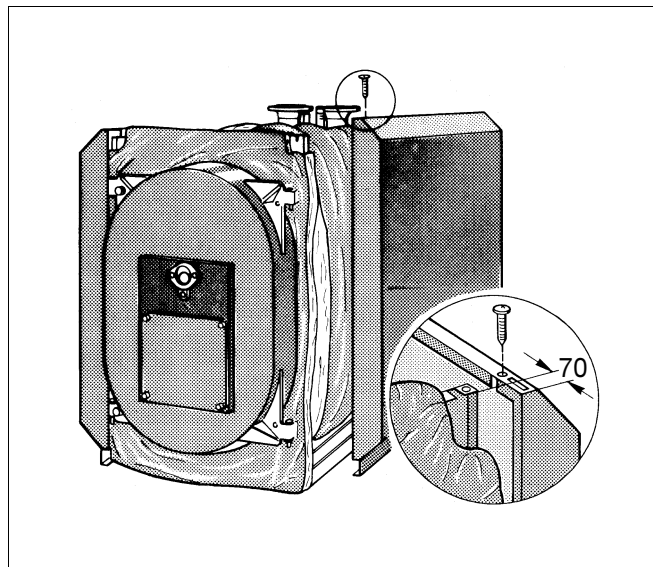

Fig. 10 Montaj perete lateral.
- Prindeți peretele lateral în stânga și în dreapta în fantele traversei din față și din spate (fig. 10).
Prin montarea peretelui lateral pe traversă rezultă o distanță față de aceasta de 70 mm (fig. 10).
- Înșurubați pereții laterali cu câte 2 șuruburi de tablă de sus în traverse (fig. 10).